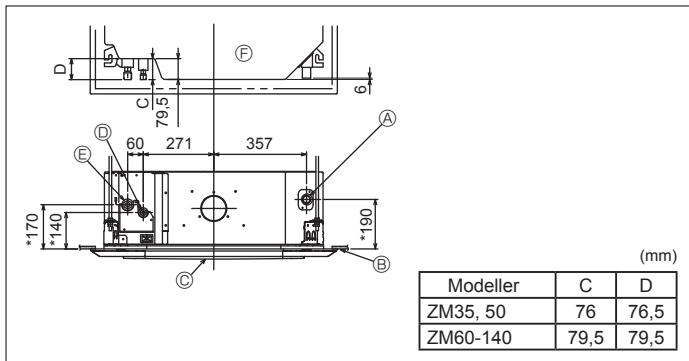

Fig. 3-3
3.3. İç ünitedeki soğutucu ve drenaj borularının konumları (Fig. 3-3)